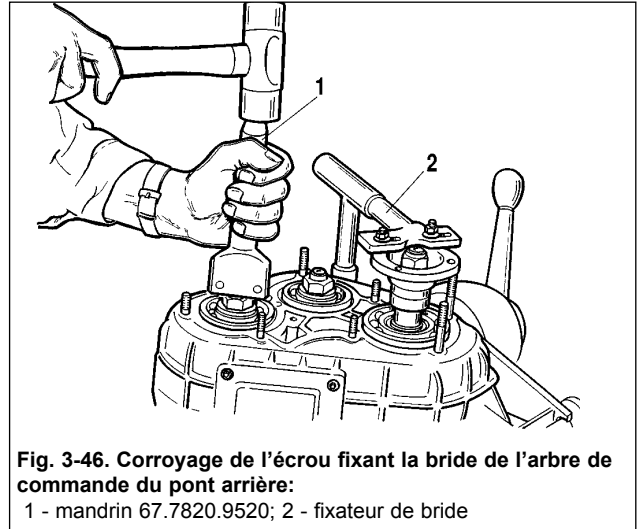

Fig. 3-46. Corroyage de l'écrou fixant la bride de l'arbre de commande du pont arrière:
- en sertissant les écrous des arbres de la boîte de transfert utiliser l'outil 67.7820.9520 (fig. 3-46).